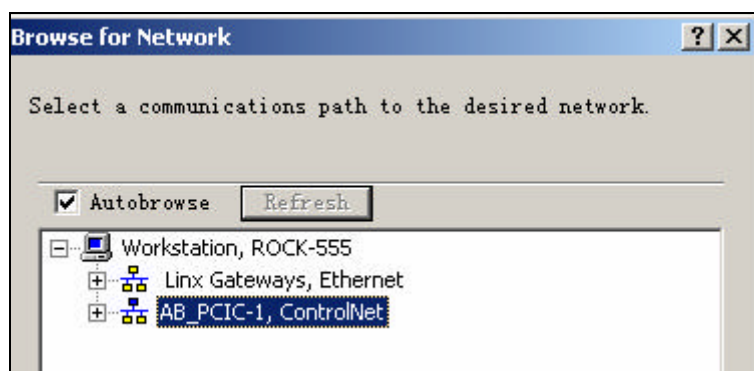

图 4-62 选择 Controlnet 网络
13. 单击 online  图标，出现如图 4-62 所示的选择网络的对话框。选择 AB_PCIC_1，ControlNet 网络，单击 OK，开始扫描网络。